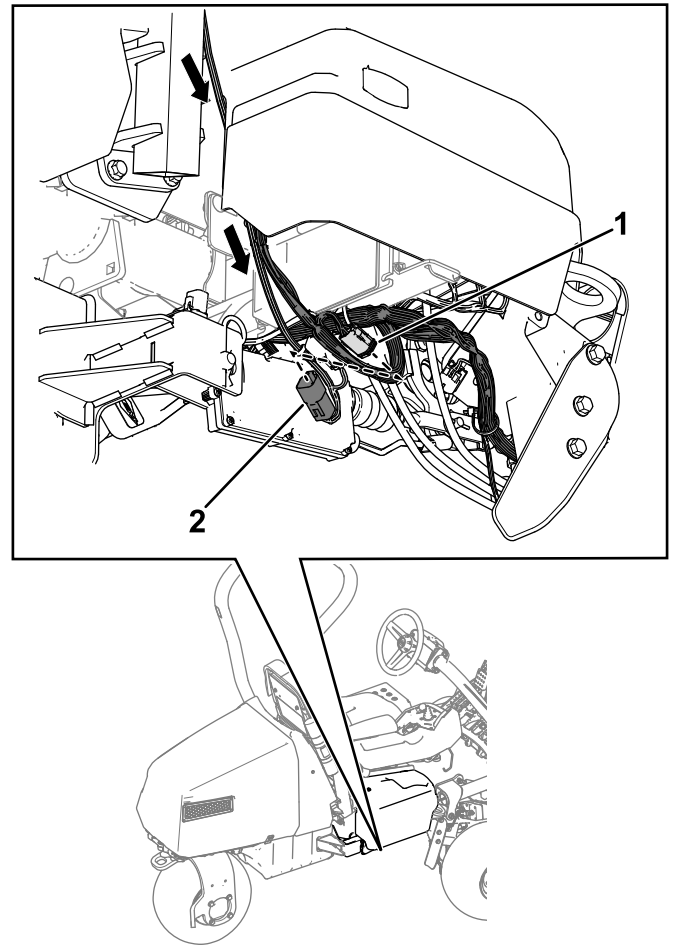

**Figura 12**
3. Instale o conector rotulado P02 na cablagem da telemática ao dispositivo de telemática Figura 12.